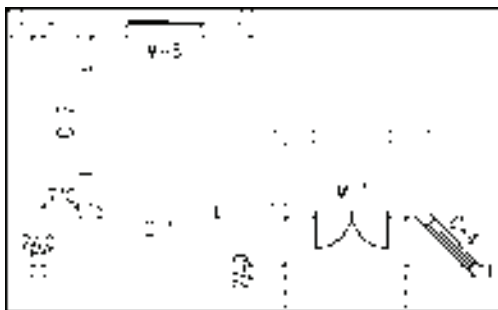

图 13-56 绘制直线
- 9) 绘制栏杆。调用“直线”命令及“偏移”命令，绘制并偏移直线；调用“修剪”命令，修剪直线，结果如图 13-56 所示。